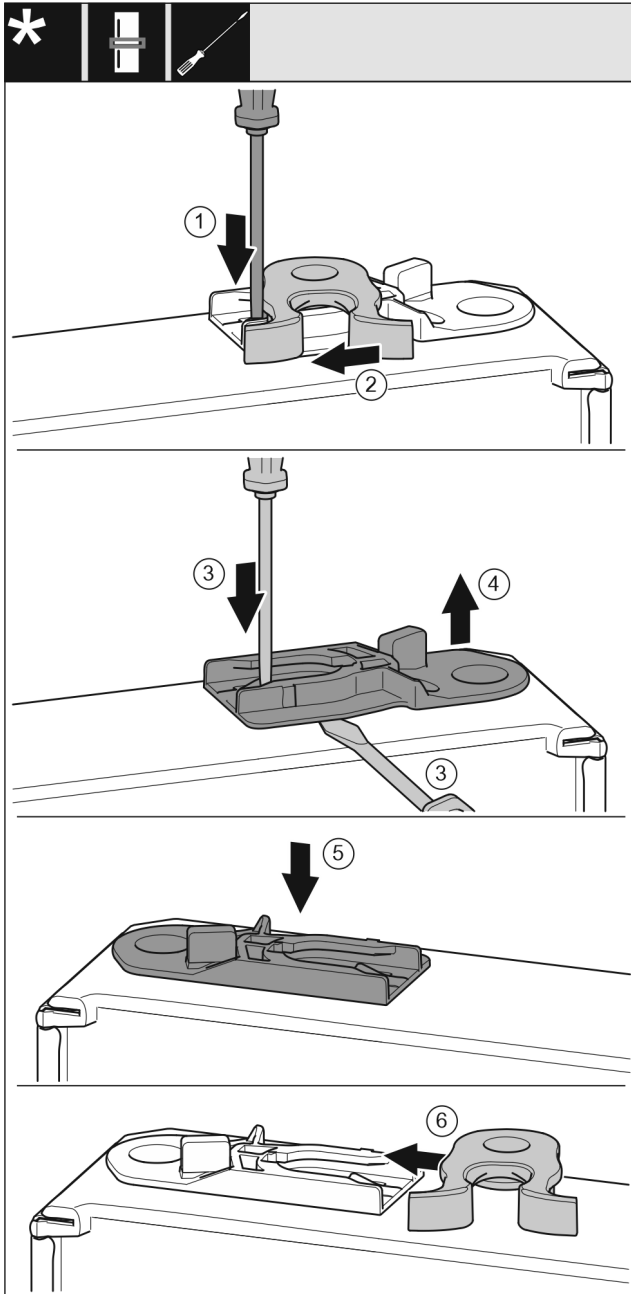

Fig. 18
- ▶ Paina kieleke alas uraruuvimeisselillä. Fig. 18 (1)
- ▶ Vedä sulkuhaka pois ohjaimesta. Fig. 18 (2)
- ▶ Ohjainholkin ulosvetäminen: Paina kielekettä uraruuvimeisselillä ja työnnä uraruuvimeisseli samanaikaisesti ohjainholkin alle. Fig. 18 (3, 4)
- ▶ Työnnä toimitukseen kuuluva ohjainholkki kotelon toiselle puolelle. Fig. 18 (5)
- ▶ Työnnä sulkuhaka ohjaimeen. Fig. 18 (6)